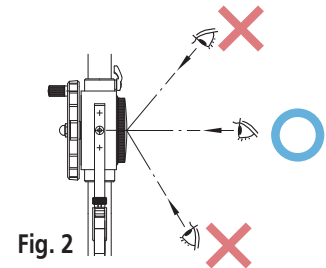

Fig. 2
1. อ่านสเกลในแนวตรงตั้งฉากเพื่อหลีกเลี่ยงความผิดพลาดจากการเหลื่อม (parallax error) ในการอ่านค่า (Fig. 2)